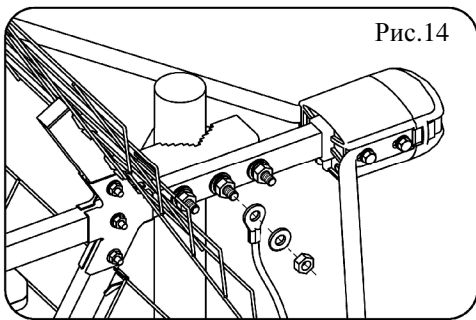

Рис.14
5.16. Установить антенну на мачте и присоединить провод заземления к винту заземления на узле крепления антенны (Рис.14).